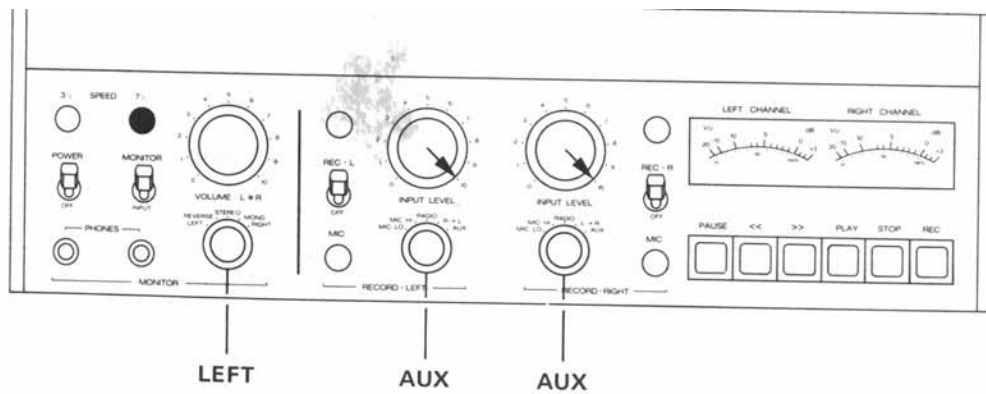

Fig. 6.5.—5
- Bedienungselemente nach Fig. 6.5.—5 einstellen.
- NF-Millivoltmeter an Ausgang (51) OUTPUT anschliessen.
- NF-Generator an Anschluss (48) AUX INPUT parallel anschliessen (1000 Hz, 0 VU + 6 dB).